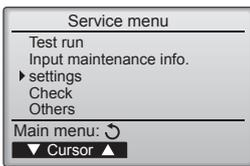

Fig. 6-2
## 6.2. Afstandsbediening (Fig. 6-2)
① (Fig. 6-2)